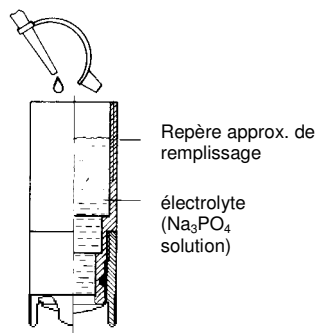

fig.2
- Remplir d'électrolyte, environ 30 gouttes (fig. 2)
Si la tête de la membrane est vide il faut la rincer à l'eau distillée puis avec un peu d'électrolyte. Remplir ensuite avec de l'électrolyte (fig. 2). Si la membrane est endommagée, la tête à membrane doit être remplacée.